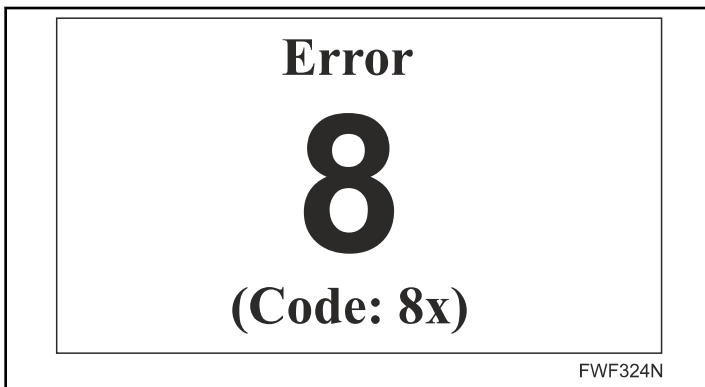

图 16
- 如果压力（气流）开关出现故障或对机器外部排气系统的参数进行了不被允许的更改，则会显示警告消息 8（*图 16*）。